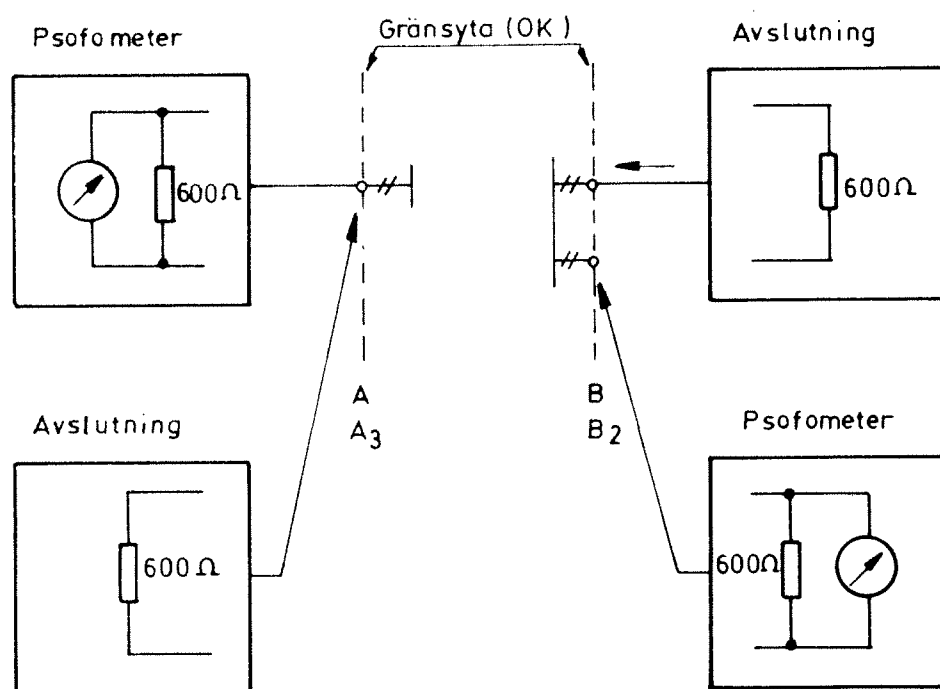

Bild 10.
- Anslut psofometern och avslutningen ($600\ \Omega$) enligt bild 10.